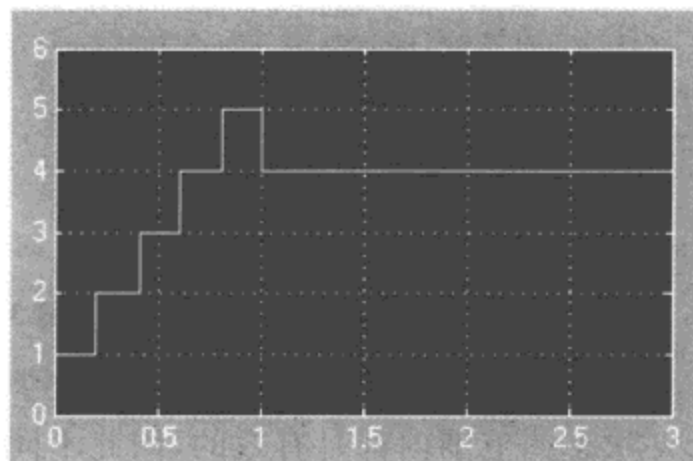

图 3.1.14 输出结果
③ exit 动作。关键词为 exit(或缩写为 ex)。如图 3.1.13 所示,系统处于状态 A,当 A 的激活时间达到 5 个仿真步长,退出状态 A,进入状态 B,最终的结果为 $y=4$,如图 3.1.14 所示。